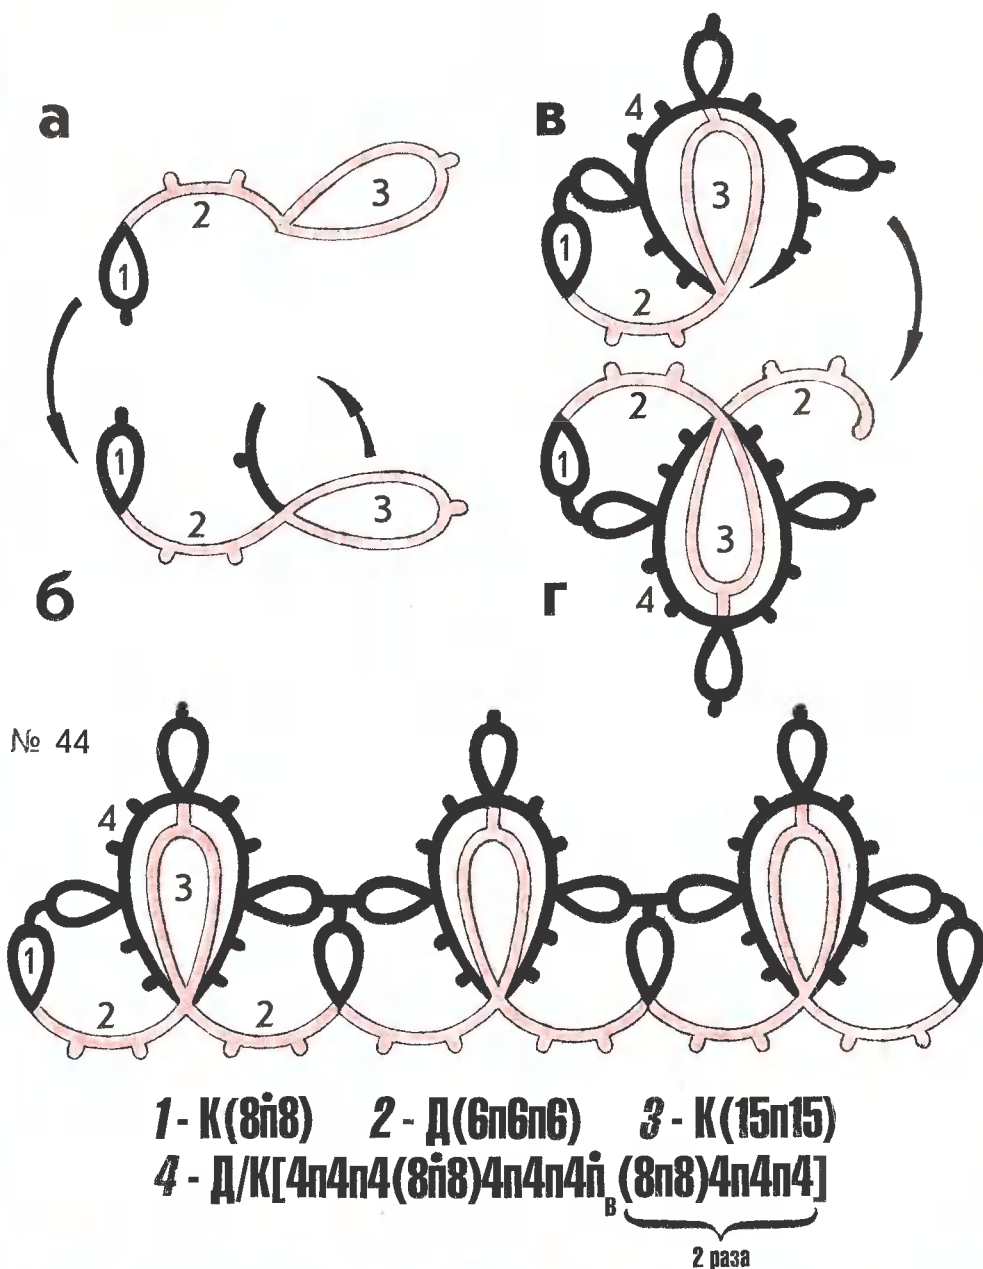

Рис. 35. Элемент «кольцо в дуге» на внутренней стороне
Дугу вокруг кольца выплетают самой различной формы — от самой простой, присоединяя дугу 4 к кольцу в одной точке (рис. 35), до весьма сложной (дуги 4...10, присоединяемые к кольцу в нескольких точках, см. рис. 36).
Присоединение дуги к кольцу также осуществляется разными способами, например, непосредственно к кольцу (рис. 35 и 36) или с помощью проме-
- сплести подводящую базовую дугу и, не поворачивая, сформировать внутреннее кольцо из рабочей нитки дуги (см. рис. 35, а);
- повернуть работу вокруг горизонтальной оси и плести внешнюю дугу, причем нитка от внутреннего кольца — ведущая нитка дуги (см. рис. 35, б). По мере плетения дуги и присоединения ее к кольцу последнее поворачи-
В процессе выполнения дуги вокруг кольца следует сделать необходимые по рисунку **пико, кольца и присоединения**. Конец дуги подсоединить справа от внутреннего кольца к точке у его основания ($\dot{n}_r$), где имеется маленькое отверстие (см. рис. 35, в);
- повернуть работу вокруг горизонтальной оси и плести отходящую базовую дугу и другие элементы (см. рис. 35, г).